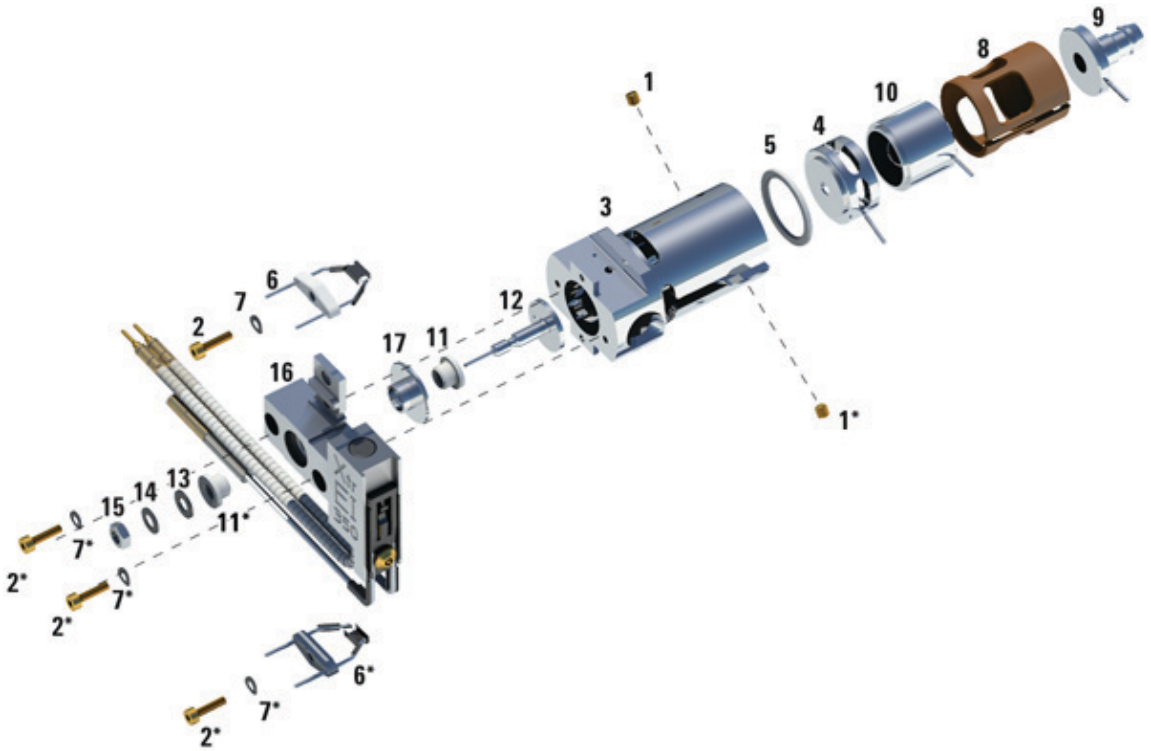

Figura 46 Desmontaje de la fuente EI XTR
Consulte el plano de despiece y la lista de piezas de la fuente EI XTR a la hora de llevar a cabo este procedimiento. (Consulte la Figura 46 y la Tabla 14 en la página 161.)
- 3 Separe el conjunto del calentador de la fuente del cuerpo de la fuente; para ello, quite los dos tornillos. El conjunto del calentador de la fuente incluye el calentador de la fuente, el repulsor y las piezas relacionadas. (Consulte la Figura 46 y la Tabla 14 en la página 161.)
- 4 Desmonte el conjunto del repulsor; para ello, separe la tuerca del repulsor, las arandelas, los aislantes cerámicos y el repulsor. (Consulte la Figura 46 en la página 163.)
- 6 Extraiga las lentes del cuerpo de la fuente y separe el aislante de las lentes, la lente de enfoque iónico, la lente extractora, el aislante de la lente extractora y la lente de entrada alargada. (Consulte la Figura 46 en la página 163.)
Tabla 15 Lista de piezas de la fuente EI XTR (Figura 46)